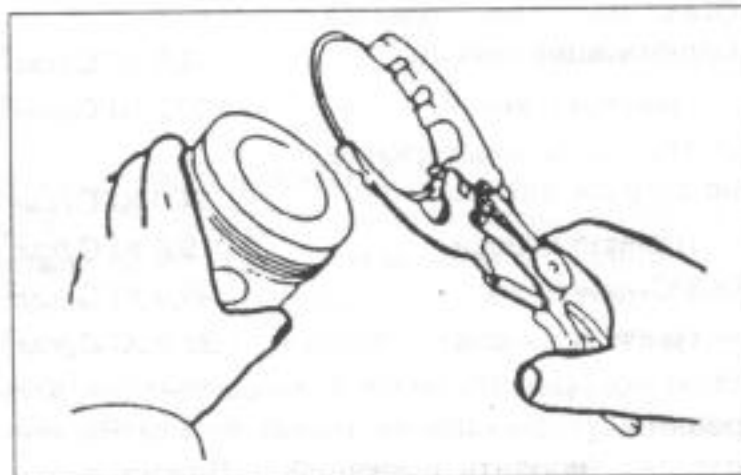

Рис. 80.
- Снять по очереди поршневые кольца с помощью цанги для поршневых колец (рис. 80). Если кольца опять должны будут применяться, их нужно соответственно обозначить. Если нет в распоряжении цанг, можно на противоположных местах поршня под кольцо вставить металлические полоски. Одну подоску обязательно подложить под кольцо, чтобы избежать царапин.
- С помощью цанги для поршневых колец вставить по очереди поршневые кольца в канавку (см. рис. 80). Оба поршневых кольца можно перепутать и поэтому нужно смотреть их поперечные сечения, прежде чем вставлять. Второе поршневое кольцо на внешней стороне резко скошено вверх. Кроме того, оба кольца обозначены с одной стороны маркировкой (обозначительная буква "R"), и это обозначение после насадки кольца должно быть видно со стороны днища поршня. Для дизельного двигателя можно также выбить буквы «N».